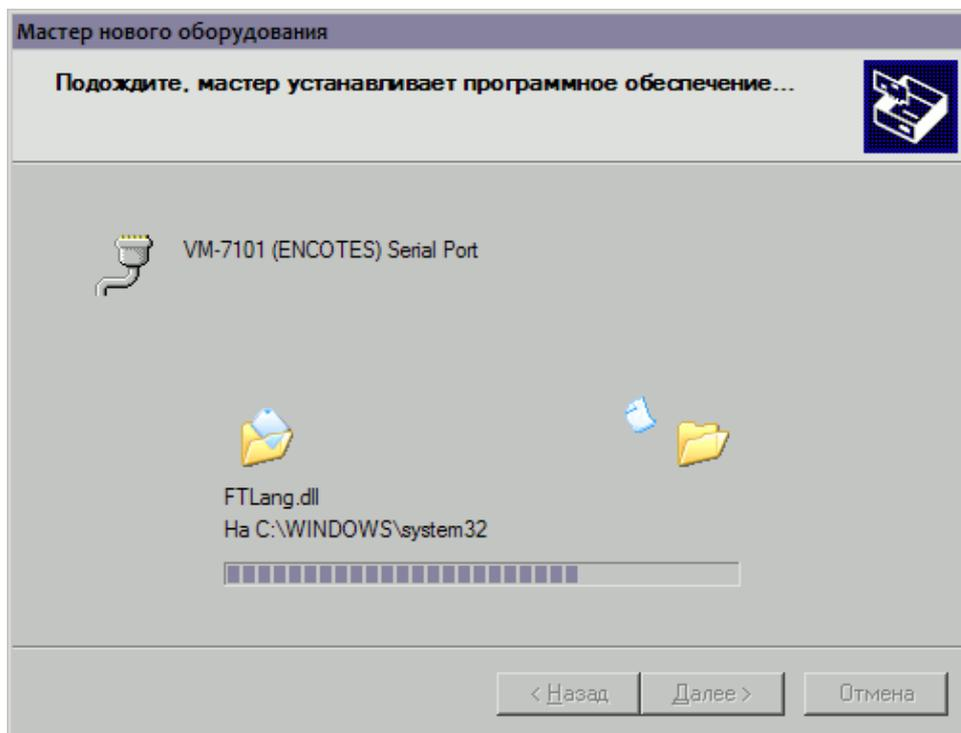

Рисунок 35 – Окно "Установка драйвера"
12. Через некоторое время появится окно установки драйвера (рис.35).